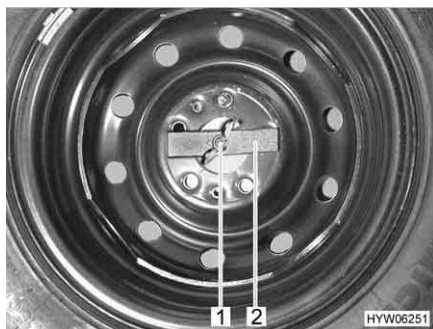

Fig. 208 Ruota di scorta nel gavone di coda
- Svitare manualmente il dado ad alette (Fig. 208,1) e rimuoverlo.
- Rimuovere la barretta di compressione (Fig. 208,2).